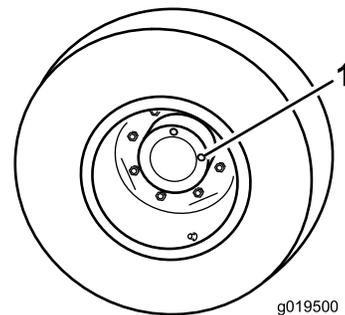

Figura 12
1. Con la macchina parcheggiata su una superficie piana, posizionate la ruota in modo tale che un tappo di controllo (Figura 12) si trovi nella posizione ore 12 e l'altro a ore 3.
1. Tappo di controllo/spurgo (2)
2. Rimuovete il tappo a ore 3 (Figura 12). L'olio deve essere in fondo al foro del tappo di controllo.